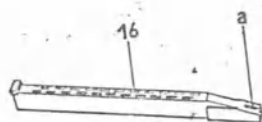

Рис. 3. Магазин:
4.3. Магазин 12 (рис. 3) имеет пазы 16 с установленными в них толкателями скобок и продольный паз а для прохождения клина 10.